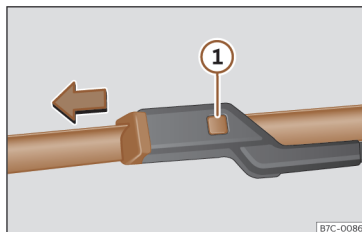

Abb. 145 Scheibenwischerblätter vorne auswechseln.
- Entriegelungstaste >>> **Abb. 145** ❶ gedrückt halten und gleichzeitig das Scheibenwischerblatt in Pfeilrichtung abziehen.